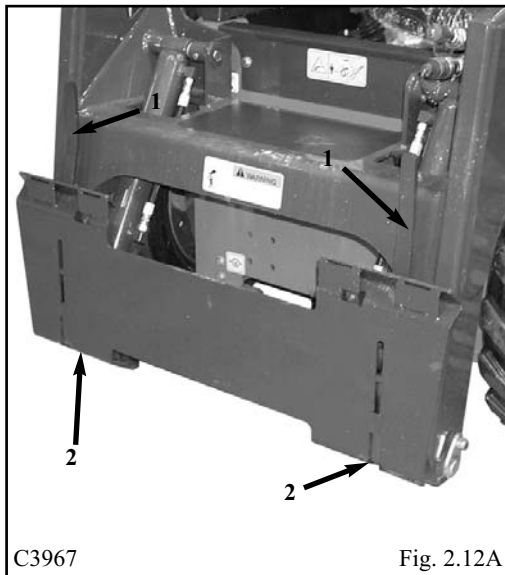
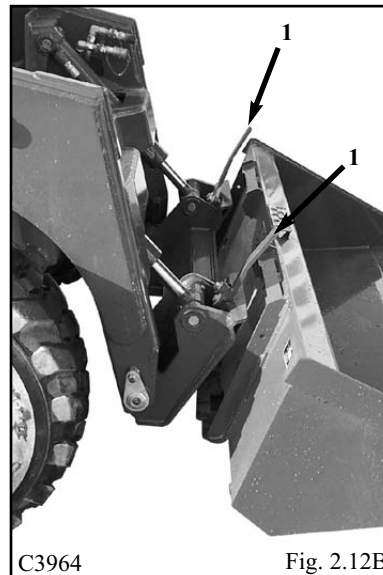
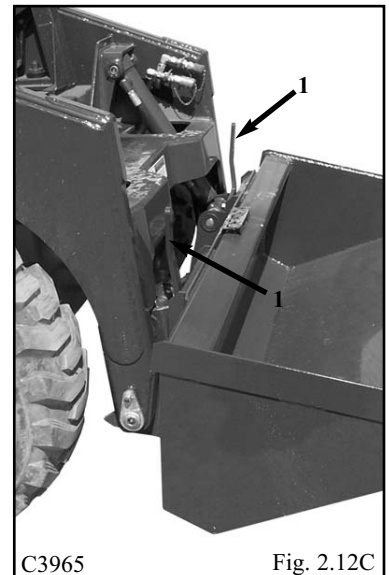

Fig. 2.12A
Fig. 2.12B
Fig. 2.12C
Pour l'utiliser, soulevez le dispositif de verrouillage de sûreté (1) afin de rentrer complètement les goupilles (2) (fig. 2.12A). Faites basculer le cadre du Quick-Tach vers l'avant (fig. 2.12B) avec les vérins d'inclinaison de godet et engagez-le dans l'accessoire. Rentrez les vérins de godet (fig. 2.12C), ce qui aligne le bas de l'accessoire avec les goupilles de verrouillage du Quick-Tach. Coupez le moteur.